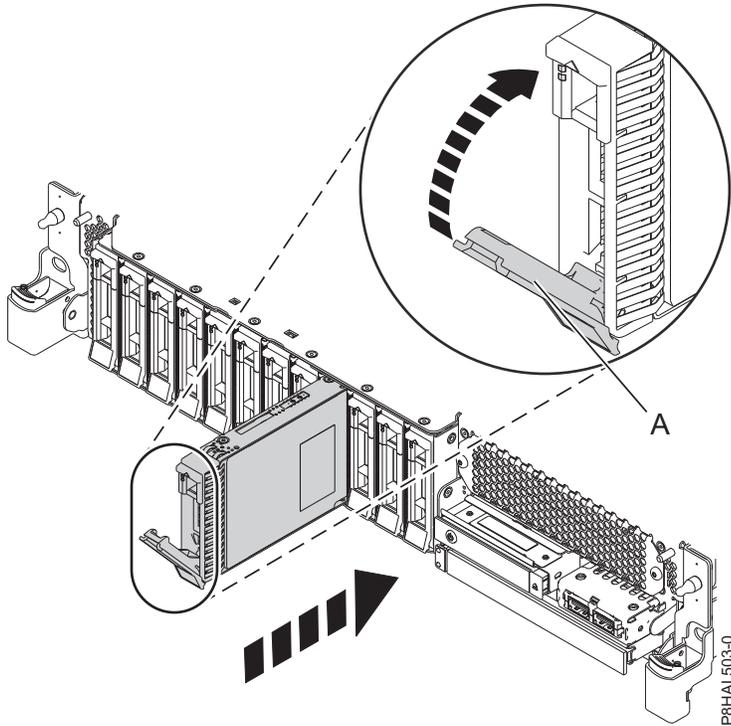
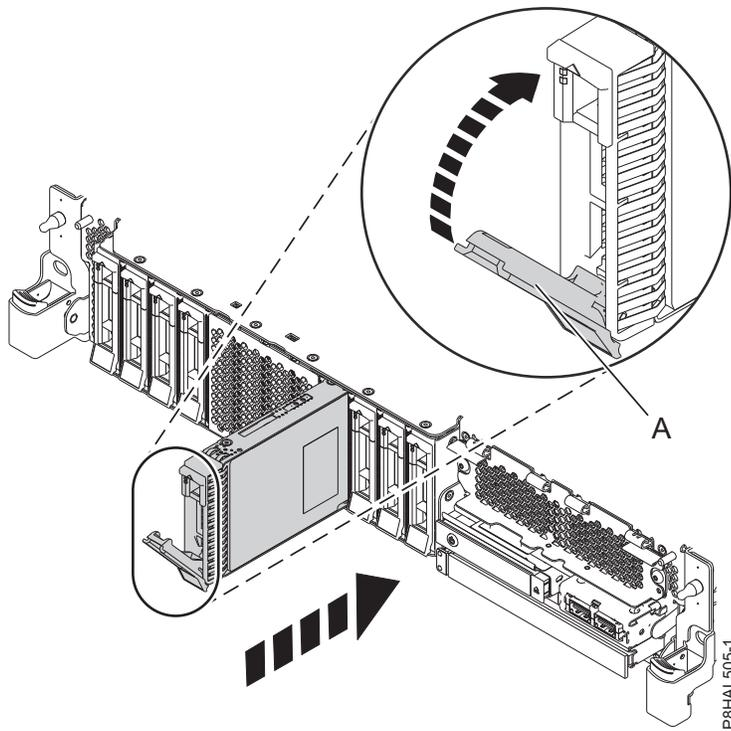

図 66. 基本機能 システムにおけるディスク・ドライブの取り替え
図 67. 拡張機能 システムにおけるディスク・ドライブの取り替え
4. ハンドルを押して手前に引き出して、ドライブ・ベイ・ハンドル (A) をアンロックします。ハンドルが完全に引き出されていないと、ドライブをシステムの中にスライドさせることができません。74 ページの図 66 および 74 ページの図 67 を参照してください。
9. 識別 LED が点灯したら、ドライブをシステムの中に奥まで差し込み、ドライブのハンドル (A) をロックされるまで押します。74 ページの図 66 および 74 ページの図 67。